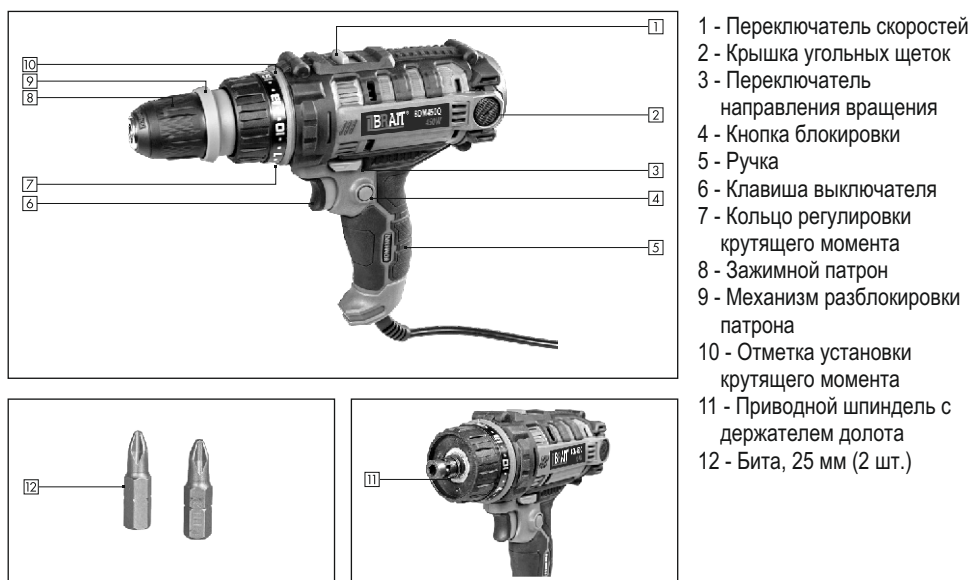

рис. 1
1.6 Общий вид дрели представлен на рис.1
3.2 Для замены щёток необходимо открутить крышки щёткодержателей (рис.1 поз.7), вынуть использованные и установить новые щётки. Щётки следует заменять парой для обеспечения равной степени их давления на коллектор якоря. Опробовать работу дрели кратковременным включением на холостом ходу